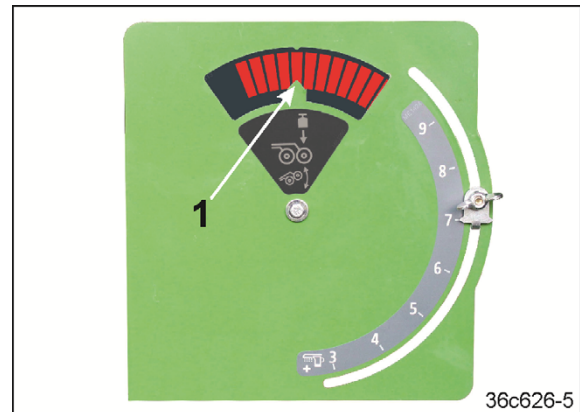

Fig. 189
1. Betjen traktorstyreventilen (grønn) frem til viseren viser skalastillingen (Fig. 189/1) og skalaen står stille.